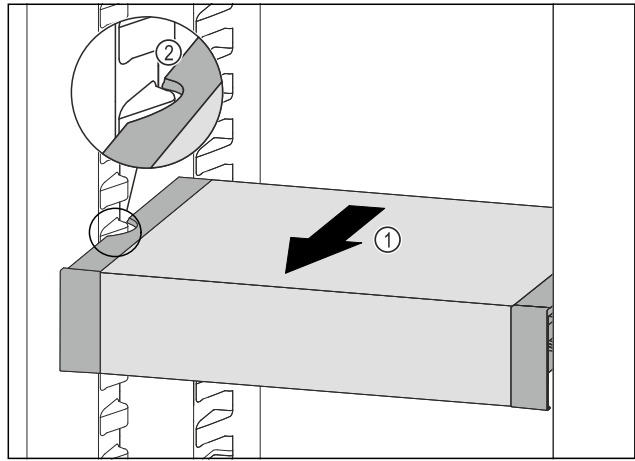

Fig. 105
- ▶ Tirare VarioSafe in avanti Fig. 105 (1) fino a quando le cavità laterali di VarioSafe non si trovano al livello della nervatura del contenitore nel vano frigorifero. Fig. 105 (2)